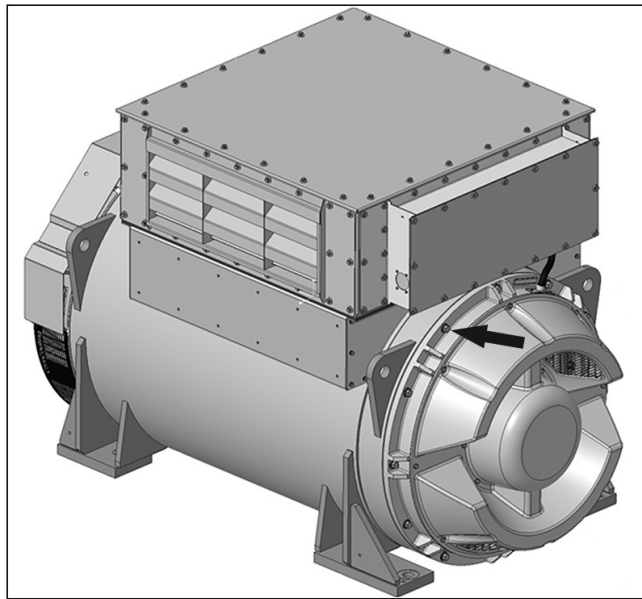

图 14. 进气口盖拆卸和安装说明
1. 拧松 14 个 M8 螺栓，拆下进气口盖，以便能够接触到转子运输支撑螺钉。请参阅：图 14 在第 xx 页 24。
1. 拆下进气口盖，以便能够接触到转子运输支撑堵洞螺钉。请参阅：图 14 在第 xx 页 24。